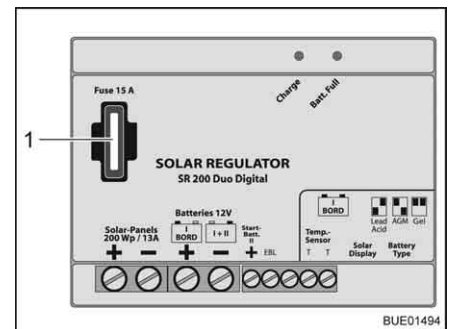

Fig. 117 Fusibile regolatore di carica del pannello solare 140/200 W
- Sostituire il fusibile piatto 15 A/blu (Fig. 117,1).